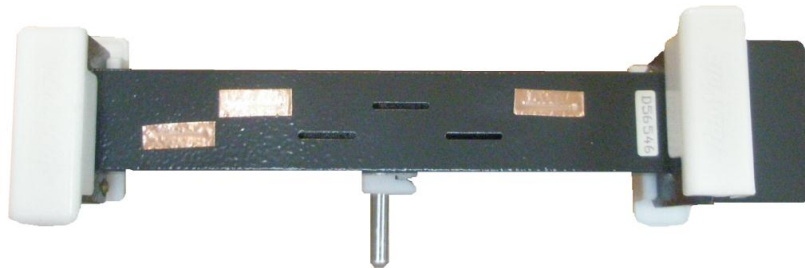

Figura 10.15 Sellado de las ranuras de la guía de onda (Dos de un lado y una de otro)
T. Utilizando la cinta adhesiva de cobre, selle tres ranuras (dos de un lado y una de otro) de la guía de ondas, tal como se puede ver en la Figura 10.15.